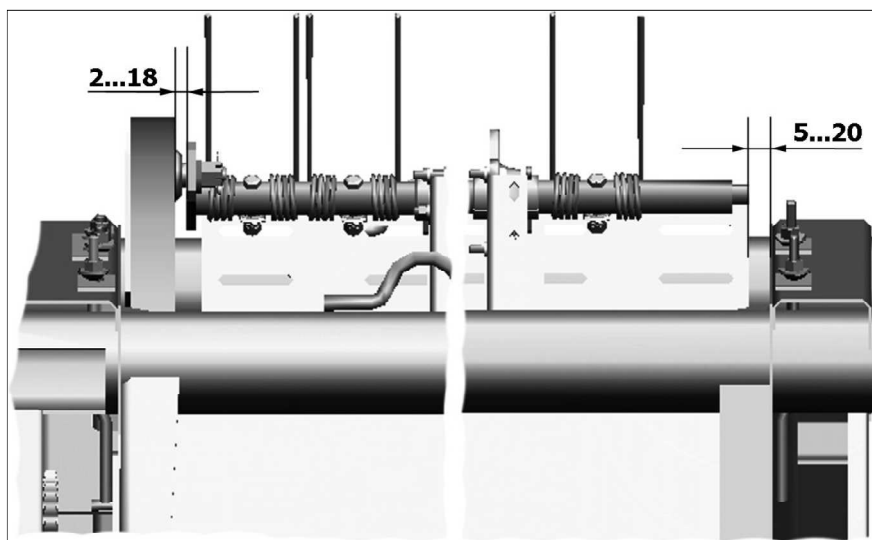

Рисунок 5.6
- мотовило при вращении не должно задевать за боковины. С левой стороны между торцом дорожки и щекой граблины зазор должен быть от 2 до 18 мм (рисунок 5.6), с правой стороны между планкой и стенкой боковины зазор должен быть от 5 до 20 мм.